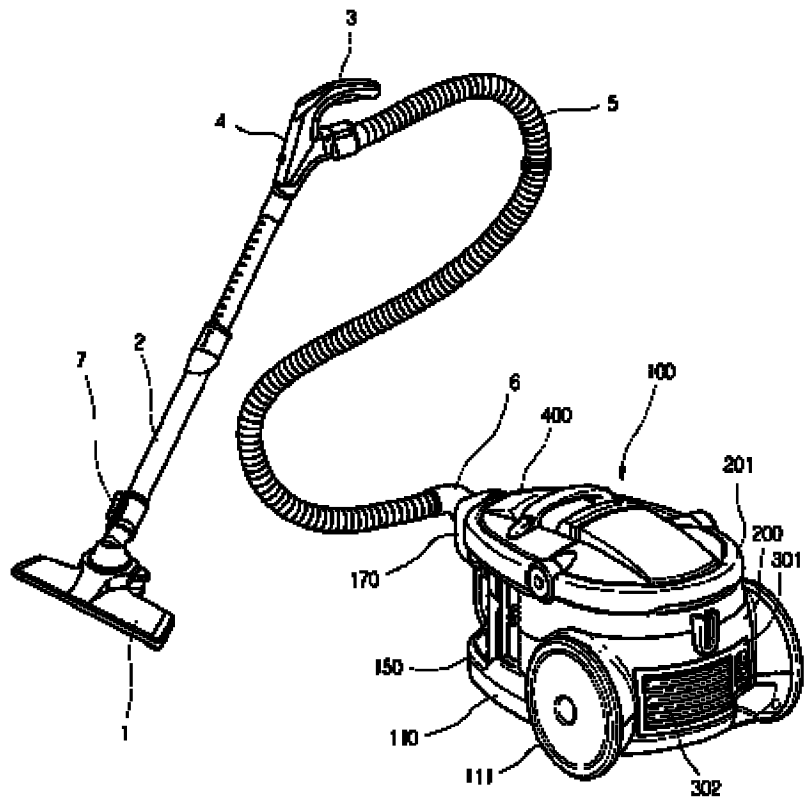

图 1
[0003] 图 1 为现有技术的真空吸尘器的立体图。如图 1 所示,其包括:机身 100;连接在机身 100 的吸入侧的吸入管路。在机身 100 的内部设置有风扇以及集尘单元 400,使过滤掉空气中的异物之后将干净的空气送出到外部。
- [0018] 图 1 为现有技术的吸尘器立体结构示意图;